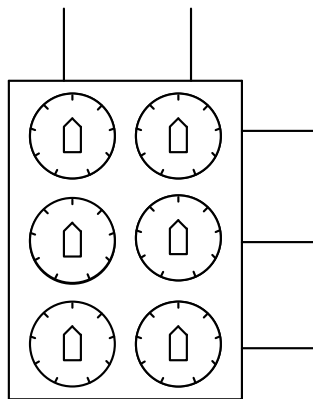

图 3 拨盘放大图
- 5.2. 通过拨盘设定控母支路数、合母支路数和绝缘电阻的门限值（见图 3）。